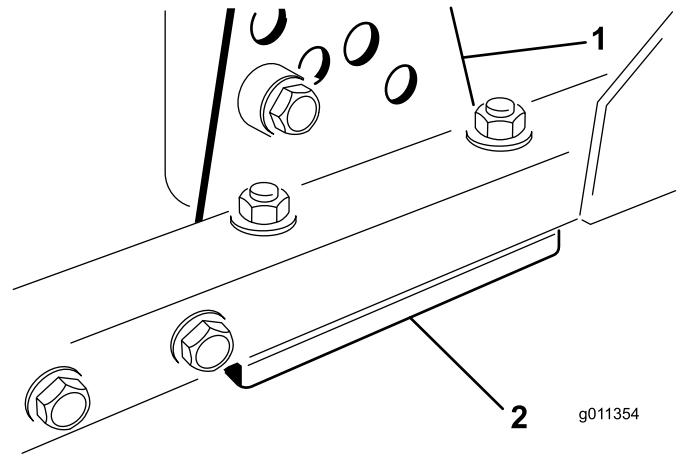

Bild 13
1. Entfernen Sie die Schnitthöhen-Einstellhalterung (vorne, links oder rechts) vom Mähwerkrahmen (Bild 13).
2. Führen Sie 1,5-mm- und/oder 0,7-mm-Beilagscheiben zwischen dem Mähwerkrahmen und der Halterung ein, um die gewünschte Schnitthöhe herbeizuführen (Bild 13).